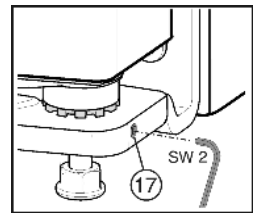

Fig. 12
- ▶ A menetes csapot Fig. 12 (17) kissé tekerje kifelé (legfeljebb egy fordulatot!).
- ▶ A tartócsap rögzítéséhez ismét húzza meg a menetes csapot Fig. 12 (17).